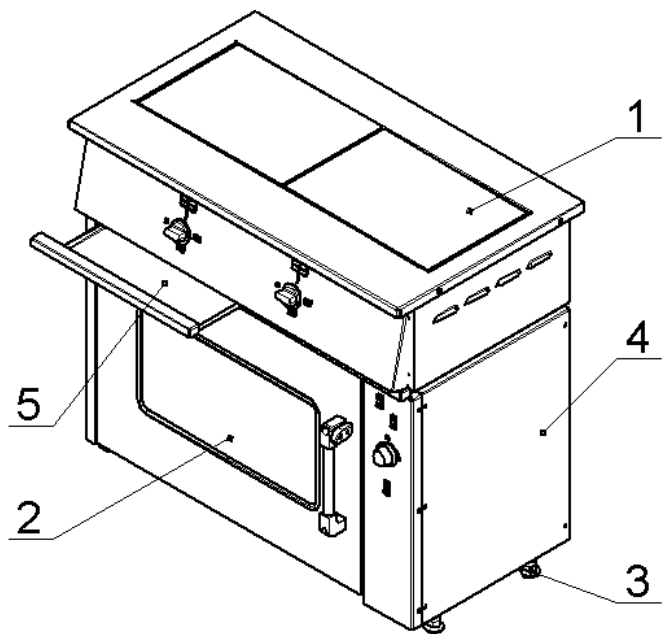
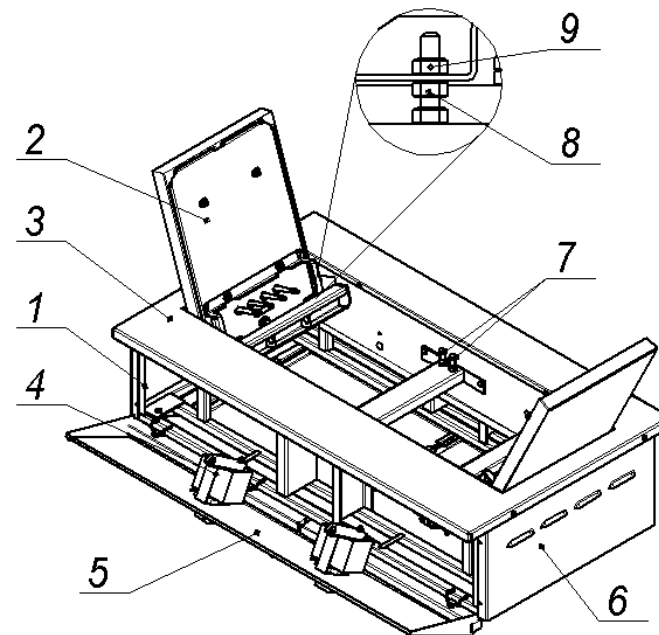
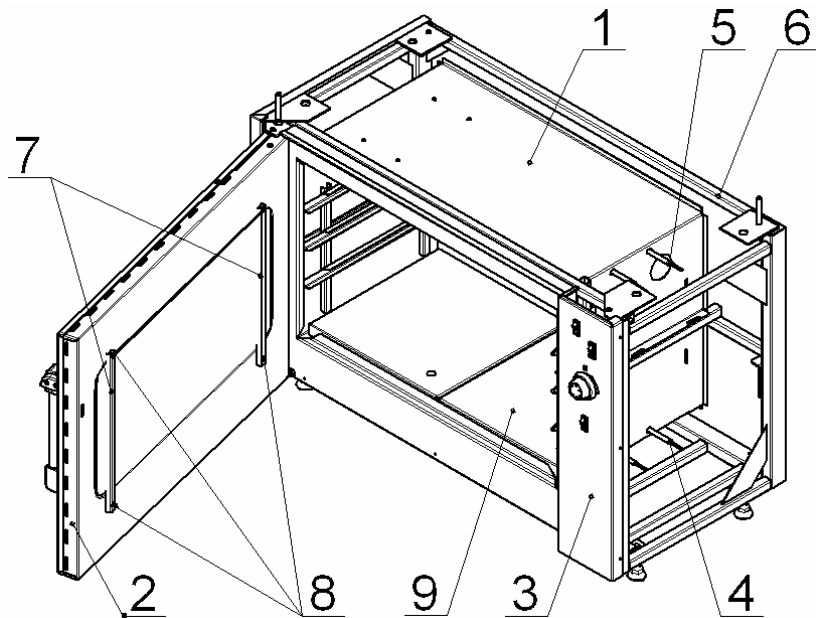
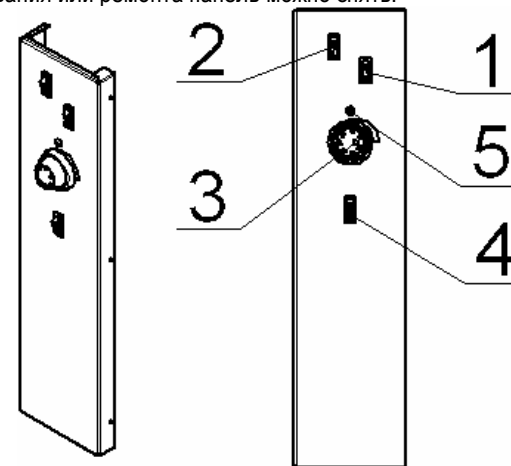

Рис.1
Рис. 2
Рис.3
Рис.4
Чтобы открыть приборную панель плиты, необходимо вынуть выдвижные поддоны (см. рис.1) и вывернуть винты крепления панели к каркасу плиты.
4.3 Собственно плита (рис.2) установлена на жарочный шкаф (рис.1. поз.2) и состоит из каркаса (поз.1), с закрепленными на нём конфорками (поз. 2), столом (поз.3), облицовочными (поз.6) и приборной панелью (поз.5).
4.3.3 Для обслуживания и санитарной уборки, плита оборудована (см. рис.1) выдвижными поддонами (поз.5), так же обеспечен (см. рис.2) свободный доступ к внутренним поверхностям плиты:
4.4 Жарочный шкаф состоит из тепловой (рабочей) камеры (рис.3 поз.1), закрываемой дверкой (рис.3, поз.2) и панели управления (рис.3, поз.3).
- Снять панель управления (рис.3, поз.3) или снять правую облицовочную панель (рис.1, поз.4);
- Снять панель управления (рис.3, поз.3) или правую облицовочную панель (рис.1, поз.4);
4.5 Приборы управления и светосигнальная арматура размещены (рис.4) на панели управления (рис.3 поз.3), которая расположена с правой стороны шкафа.
4.5.1 Включение и выключение верхнего и нижнего ТЭНов осуществляется соответствующими переключателями (рис.4, поз.1 и 2)
Установка и автоматическое поддержание необходимой температуры (от 50 до 300°C) в камере осуществляется терморегулятором (рис.4, поз.3)
Терморегулятор снабжён сигнальной лампой (рис.4, поз.5).
- эксплуатировать плиту без выдвижных поддонов (рис.2, поз.5);
- Открыть дверку и вынуть из камеры подовые короба (рис.3, поз.9);
7.4 Установите (по часовой стрелке) лимбом терморегулятора (рис.4, поз.3) температуру в камере шкафа, предусмотренную технологией приготовления продукта (должна загореться сигнальная лампа рис.4. поз.5).
7.5 Включите переключателями (рис.4, поз.1 и 2) нижний и (или) верхний ТЭНы.
7.7 Для визуального контроля состояния приготавливаемых в камере продуктов, при закрытой дверке, включите клавишей (рис.4, поз.4) лампу подсветки камеры.